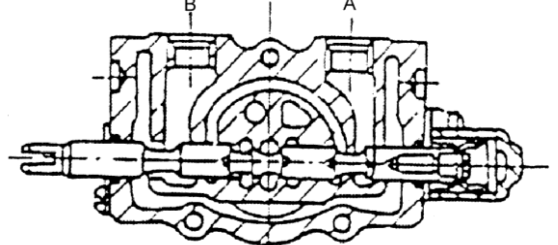

Abb. 10-5
(3) Herausziehen des Schiebers (Abb. 10-5)